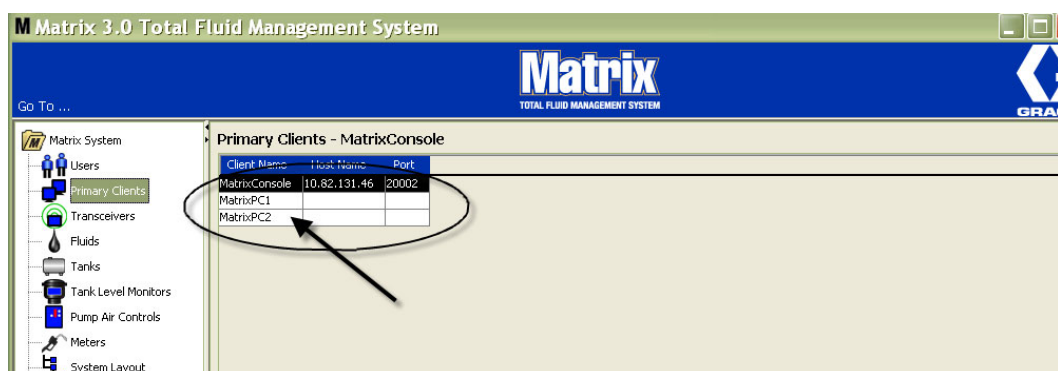

FIG. 81
6. Le nouveau Principal Client est ajouté au bas de la liste sur l'écran des Principaux Clients (FIG. 81). Notez qu'après avoir entré un nouveau nom de Principal Client, le nom apparaît avec son adresse internet et des champs de port vierges. Ces champs seront garnis automatiquement la prochaine fois le Principal Client se connecte avec le Moteur de Service de Matrix.